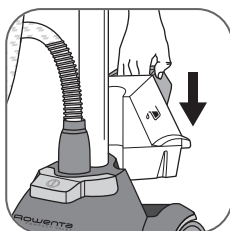

fig. 9
- Remettez le réservoir d'eau en place sur la base de l'appareil (**fig. 9**).